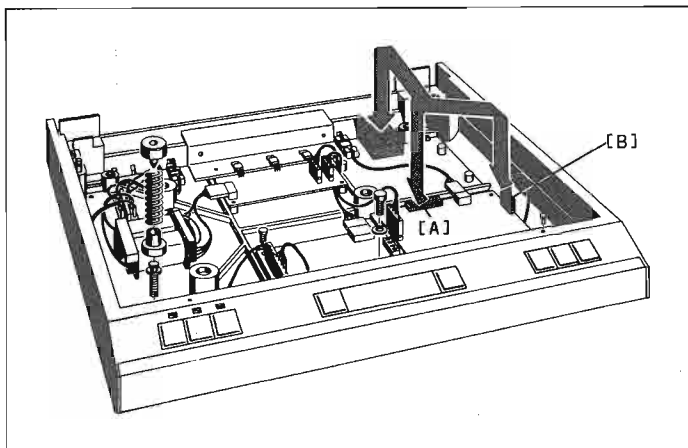

Fig.3.3
- La plus grande des deux platines (1.179.183.12) du faisceau de câbles doit être embrochée dans le raccord CIS 20 pôles de l'ARM ELECTRONIC PCB 1.179.190/250 (voir fig. 3.3 et 3.4, pos. A). La fiche qui se trouvait précédemment en cet endroit doit être enfichée dans la prise de la platine 1.179.183.12.